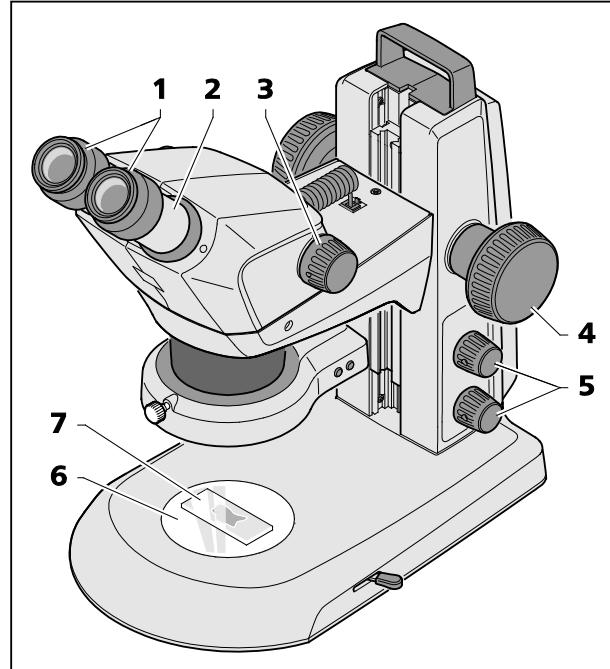

図 18 双眼実体顕微鏡の調整
- 対象(図 18/7)をガラス/プラスチックプレート(図 18/6)の中央にセットし、照明を当てます(図 18/5)。
- 可動式接眼レンズ(図 18/1)のジオプター調整を「0」にセットします。
- 両目で接眼レンズを覗き込んだ時、切れ目のない光の煙(対象フィールド)が 1 つだけ見える位置まで、接眼レンズホルダー(図 18/2)を横にスライドして左右の眼と眼の間の間隔を調整します。
- 最小は、ズーム(図 18/3)を最小の拡大レベルに調整します。
5. 対象の画像中心にある小さなはっきり見える詳細に焦点を合わせます(図 18/4)。
- 最大ズーム値を調整します(図 18/3)。拡大すると、はっきり見える詳細は再びぼやけて表示され、画像の中心ではなくなります。
7. 焦点を合わせて対象をはっきりさせ、対象を移動させて新たに詳細を探し、再び正確に焦点を合わせます(図 18/4)。
- その後、再び最小のズーム値にセットし、画像ぶれがある場合は、それぞれの眼に対して個別に可動式接眼レンズの(焦点調節ノブ 図 18/4 ではありません)ジオプター調整で修正します(球面収差補正)。